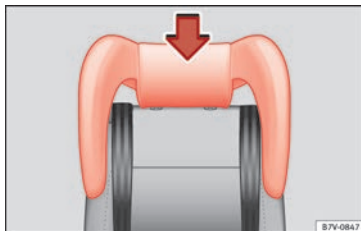

Fig. 94 Siège intégré pour enfants : monter son appuie-tête.
- Montez l'appuie-tête du siège pour enfant sur le guide du dossier correspondant jusqu'à ce qu'il s'encastre » fig. 94.